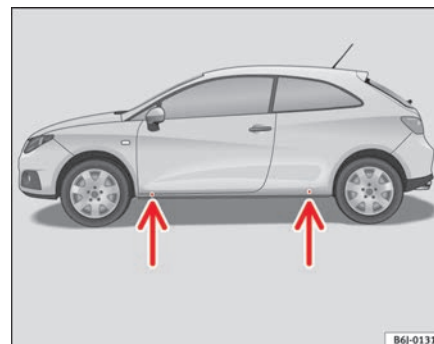

Fig. 136 Puntos de apoyo del gato
- Busque en el larguero inferior del vehículo el punto de apoyo mas cercano a la rueda pinchada ⇒ **página 219, fig. 136.**
En el larguero inferior van marcados los lugares en los que se puede apoyar el gato ⇒ **página 219, fig. 136.** Se ha previsto un lugar para cada rueda. El gato no debe colocarse en otros lugares.